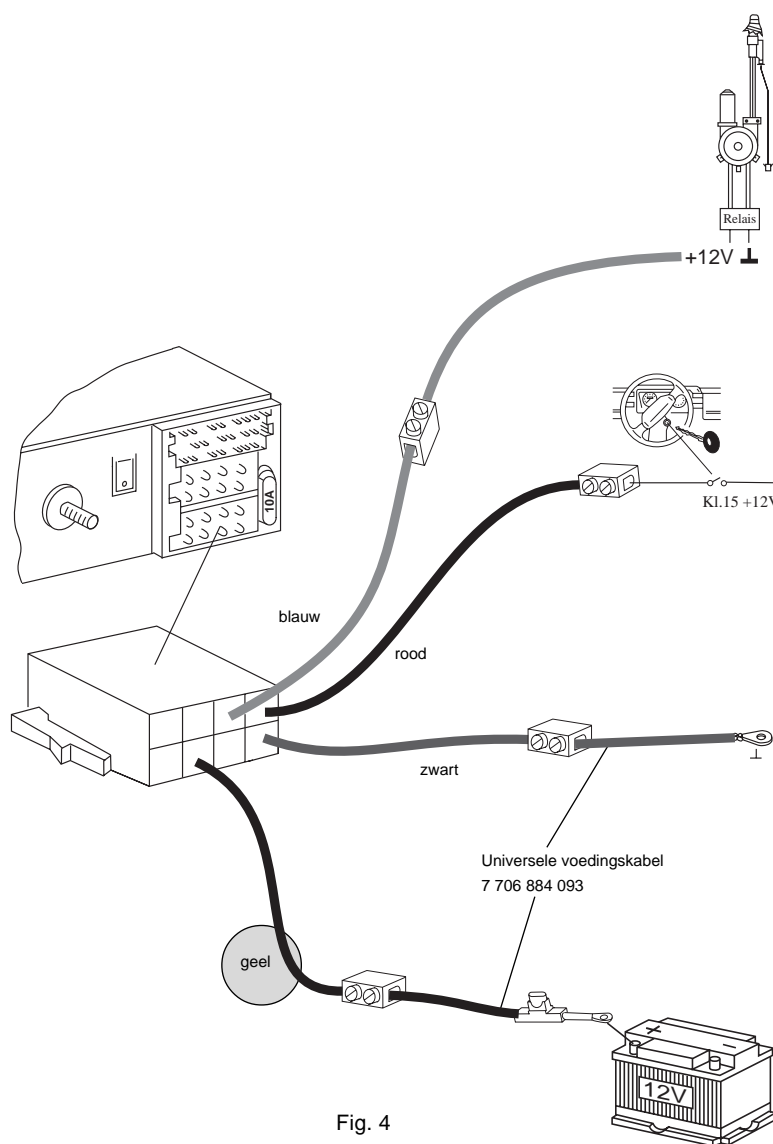

Fig. 4
- Aansluiting bij auto's zonder enige uitrusting vooraf Fig. 4